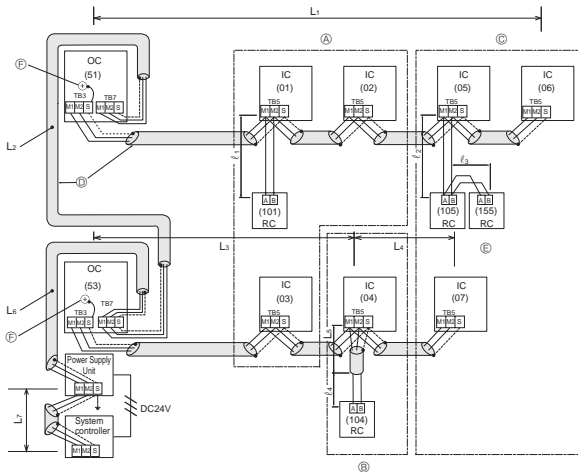

Fig. 6-2
- Commande à distance M-NET (Fig. 6-2)